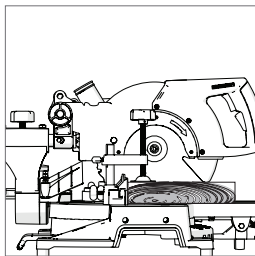

Fig. 28
- A ogni passaggio spingere sempre completamente la testina di taglio all'indietro. (**Fig. 28**)